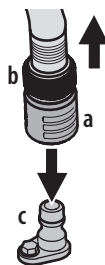

Figure 29
- Tirez sur le collier d'arrêt (a) de l'adaptateur (b) pour retirer l'adaptateur (b) de l'embout du système de nettoyage du plateau de coupe (c). Relâchez le collier d'arrêt pour fixer l'adaptateur sur l'embout du système de nettoyage. Voir Figure 29.